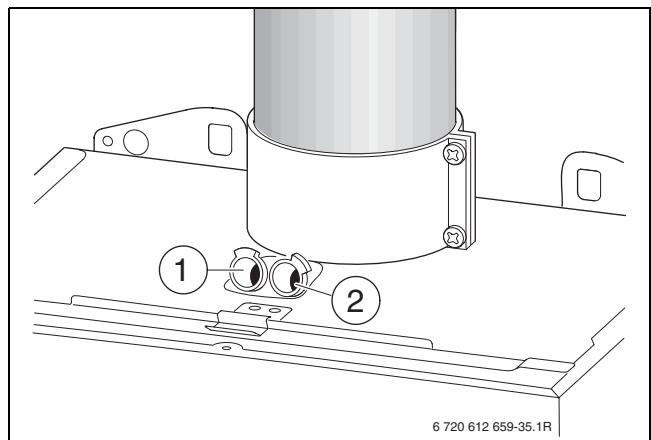

Bild 57
- ▶ Verschlussstopfen am Verbrennungsluft-Messstutzen (2) entfernen (→ Bild 57).
- ▶ Verschlussstopfen am Abgasmessstutzen (1) entfernen (→ Bild 57).